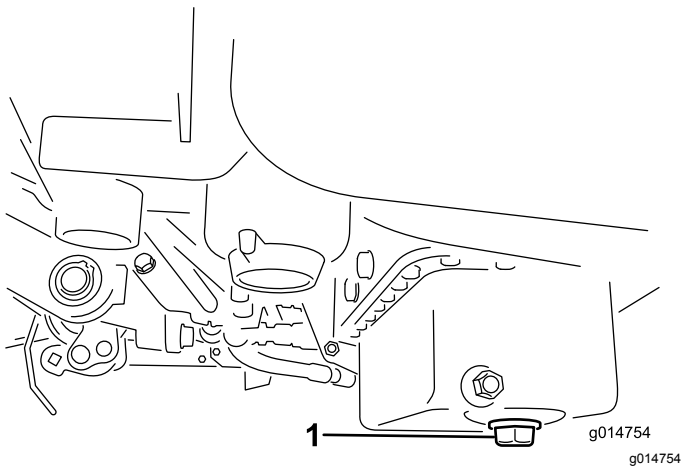

Рисунок 40
1. Снимите сливную пробку и дайте маслу вытечь в сливной поддон. Когда масло перестанет течь, установите сливную пробку на место (Рисунок 40).